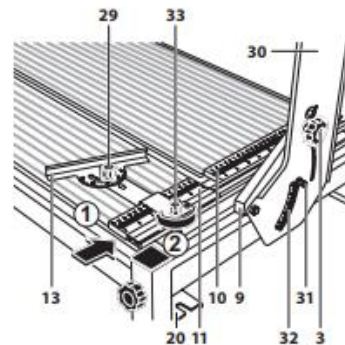

Рис. 11
Настройка угла косого реза (рис. 11)
- отпустите винт (33) (рис.11) фиксации кронштейна транспортера;
- затяните винт (33) (рис.11).
- отпустите винты-барашки (3) (рис.11) фиксации наклона головки диска (с обеих сторон силовой балки (5) (рис.1) на кронштейнах стоек (9) (рис.1);
- установите по шкале (32) (рис.11) указателя требуемый угол распила;
- зафиксируйте наклон диска винтами (3).
- проверьте показания указателя шкалы (32) (рис.11) (под винтом 3). При отличии его показаний от нуля, отпустите винт крепления указателя (31) (рис.11) и, отрегулировав его положение, затяните винт.
- установите регулируемый упор с транспортом (13) (Рис.1) напротив деления на упорной линейке (11) (Рис.1) (например, 10 см) и зафиксируйте его винтом (33) (Рис.11). Угол транспортира установите в положение 0°;